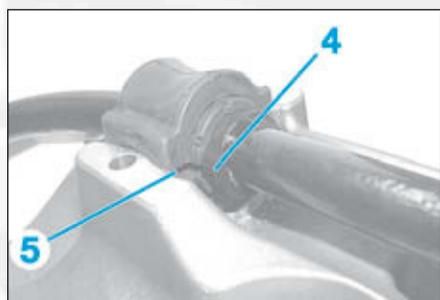

FIG.10
- Positionner l'ergot (4) en face de l'ouverture du palier de barre stabilisatrice avant (5) (Fig.10).